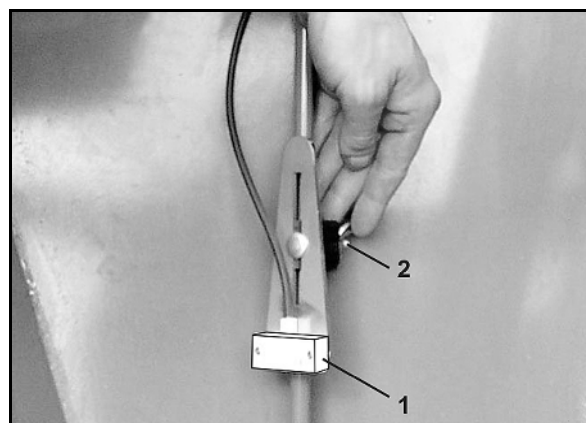

Рис. 74
3. Открутите гайку-барашек (Рис. 74/2).
4. Установите высоту датчика уровня (Рис. 74/1) в соответствии с необходимым остаточным количеством посевного материала.
5. Затяните гайку-барашек (Рис. 74/2).
Монтаж датчика уровня выполняйте как показано на рисунке (Рис. 74)!